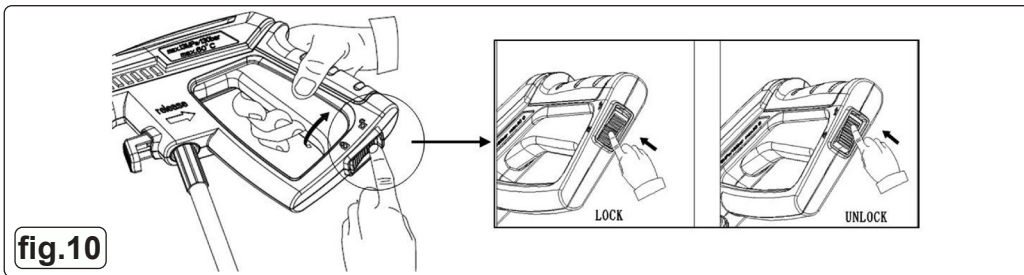

fig.10
6.4. GUN SAFETY BUTTON (FIG.10)